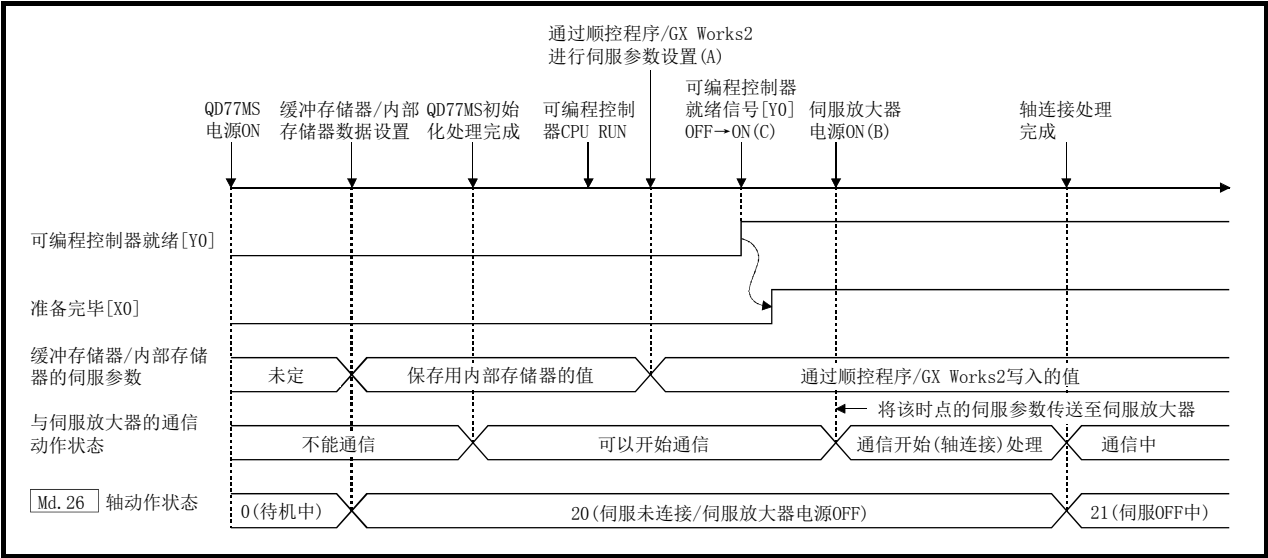

图 7.3 将可编程控制器就绪信号[Y0]置为 OFF→ON 之后启动伺服放大器的情况下
- (2) 将可编程控制器就绪信号[Y0]置为 OFF→ON(图 7.3(C))之后将伺服放大器的电源置为 ON 的情况下
与伺服放大器的通信开始时机：伺服放大器启动时(图 7.3(B))
Works2 写入的数据(图 7.3(A))